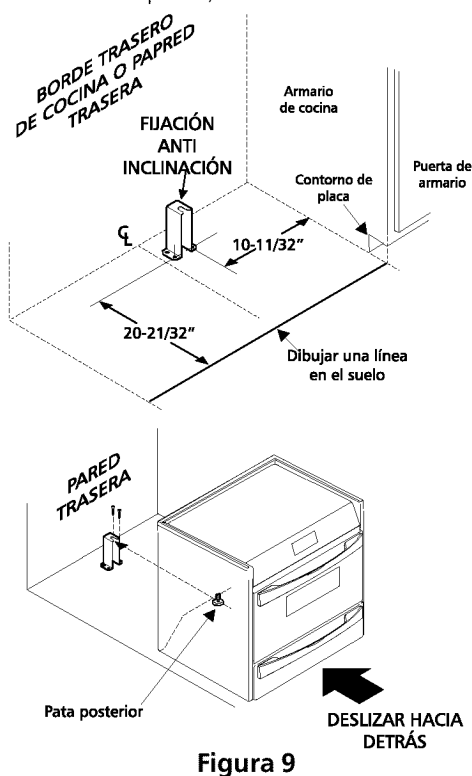

Figura 9
2. Despliegue el papel modelo y situarlo plano en el suelo con los bordes de frente y laterales ubicados exactamente sobre la línea del armario que acabe de dibujar. (Utilice el diagrama de abajo para situar las fijaciones si no viene incluido en el modelo). (figura 9).
6. Deslice la cocina hacia su lugar asegurándose que la pata de centro trasera está completamente segura con el soporte anti-inclinación (figura 9). Baje la cocina ajustando las 4 patas de nivelación hasta que la plancha de cocinar esté apoyada en el mostrador. Refiere a la "Nivelación de la cocina" a la página 6.